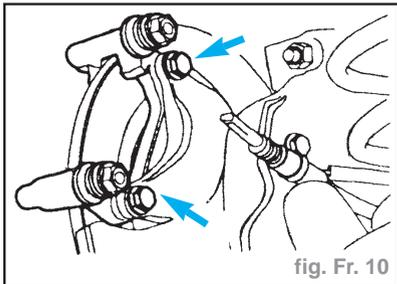

fig. Fr. 10
- Déposer le flasque (fig. Fr. 10).